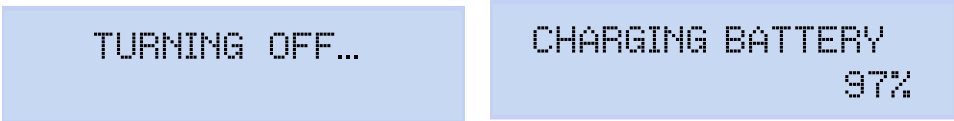

Figura 32: Pantallas de apagado del equipo (2 y 3).
Mientras se realiza el apagado del equipo, aparece la pantalla de la **Figura 32 (2)**, y si el equipo está alimentado se muestra el estado de carga de la batería, **Figura 32 (3)**.